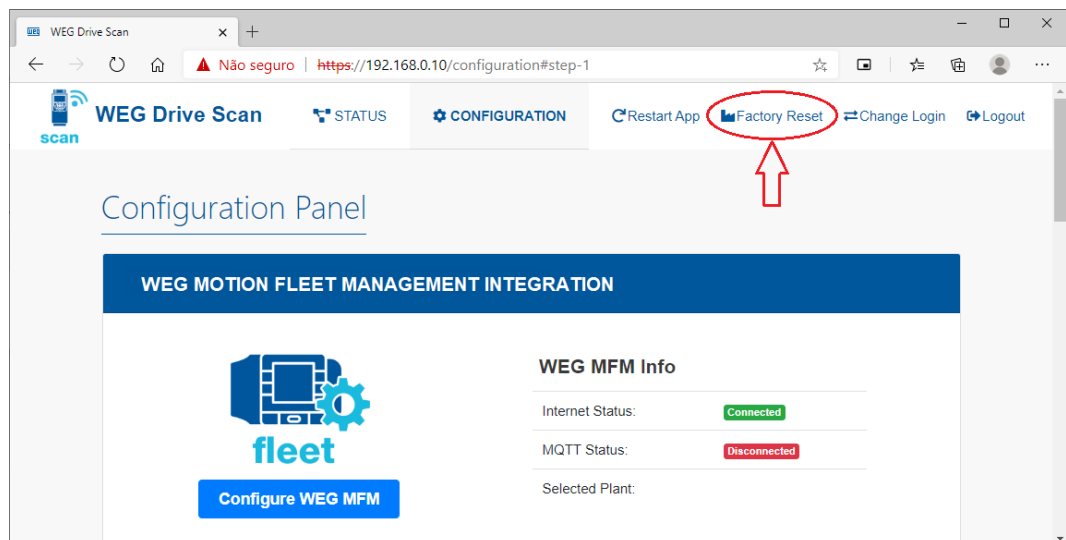

Figura 7.20: Comando de reset padrão de fábrica do WEGscan 1000
- utilize a opção de resetar para o padrão (Figura 7.20);